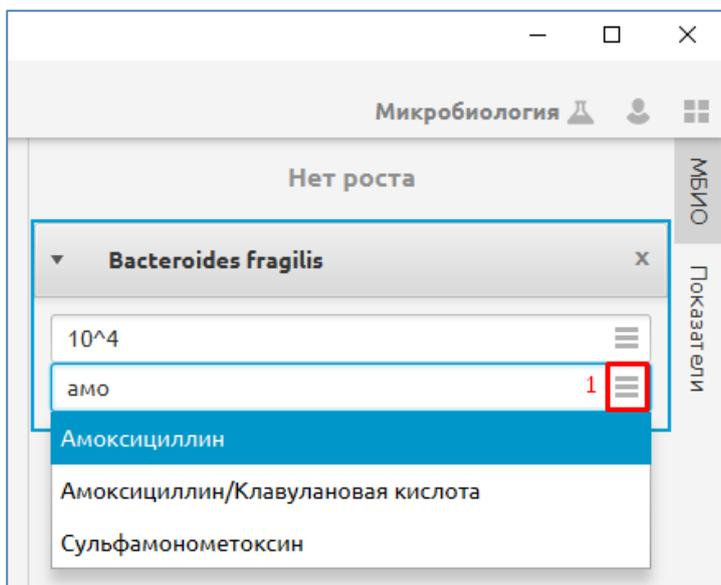

Рис. 107
5. В поле «Антибиотики...» нажмите кнопку вызова списка (№1 на Рис. 107) или начните вводить текст, соответствующий названию антибиотика, например «Амоксициллин».